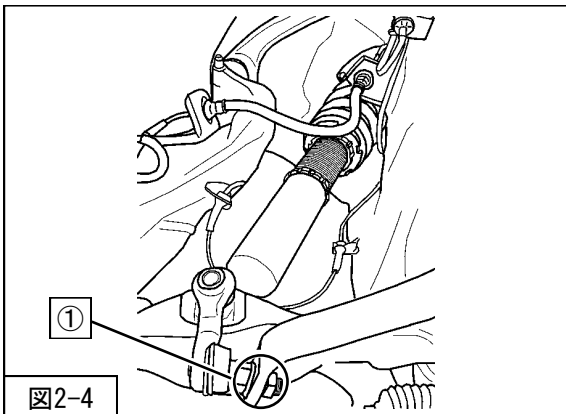

図2-4
4. ①スタビライザリンク取付ナットを取付けてください。(図2-4)